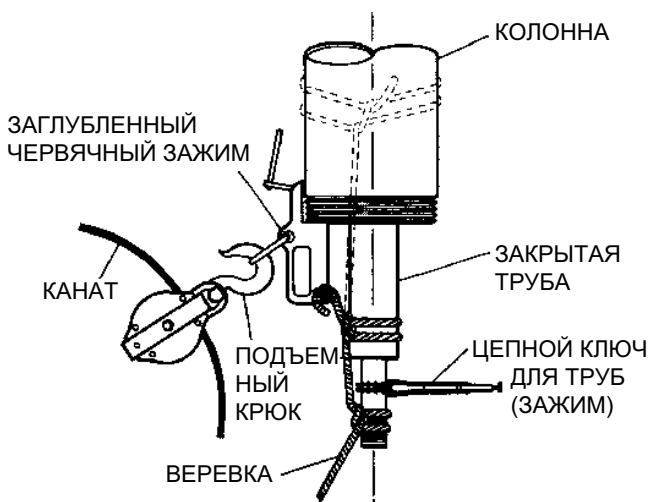

Рисунок 8
- Вставить секции трубы (654) и вала (646) в секцию колонны.
- Поместить подъемный зажим около верхней части колонны, чуть ниже, и прочно соединить встык с муфтой трубы колонны (645). В случае фланцевых колонн поместить подъемный зажим чуть ниже фланца.
- Прикрепить стропу к подъемному крюку. Прикрепить нижнюю часть вала (646) к колонне (644), привязав хвостовой канат к заглубленному червячному зажиму, закрепленному на нижней части колонны. (См. рисунок 8). Завязать выбленочный узел или двойной узел внахлест вокруг закрытой трубы, а затем вокруг вала в резьбовой зоне. На рисунке 8 также показан альтернативный метод (пунктирные линии).